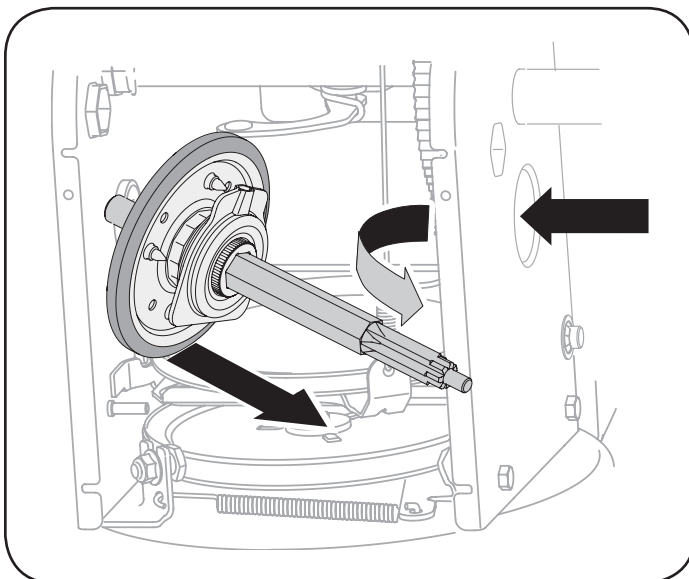

Figura 34
7. Con cuidado, ubique el eje hexagonal hacia abajo y hacia la izquierda antes de deslizar con precaución el montaje de la rueda de fricción fuera del eje. Vea la Figura 34.